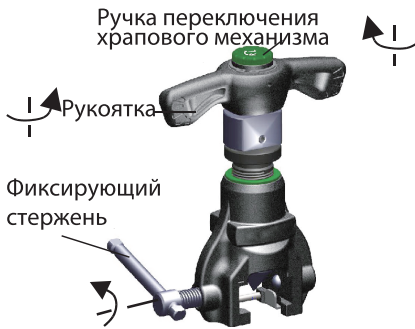

Рис. 2
2. Соедините пластину с развальцовкой (рис.2)